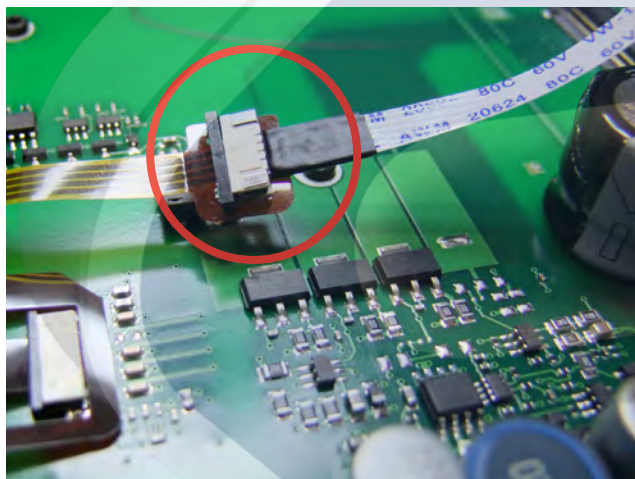

Imagen 8
4.a. Conectar el cable del panel táctil al conector hembra suministrado (imagen 8)